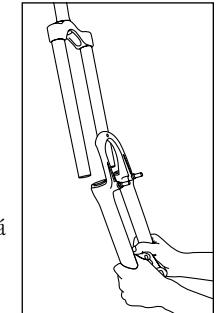

Fig. 7
7. Deslice el conjunto de tubo inferior monopieza hasta extraerlo (ver Fig. 7); seguirá goteando aceite de los tubos superiores. Retire los guardapolvos de la horquilla.